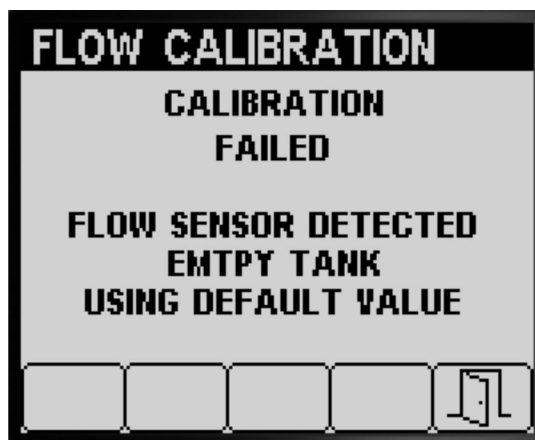
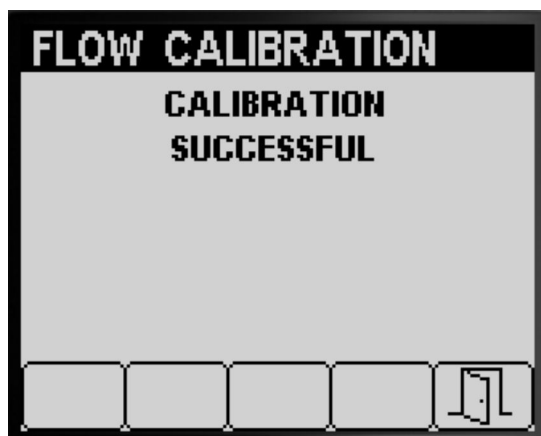
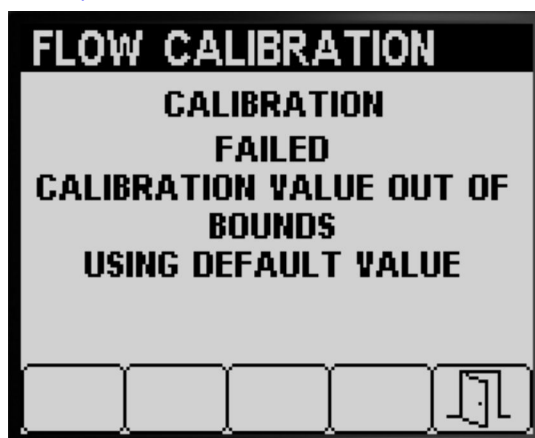

Figura 56
Figura 55
Figura 57
- Compare un messaggio che conferma l'avvenuta taratura della portata (Figura 55).
Se il valore della calibrazione oltrepassa i limiti (Figura 57) contattate il vostro centro assistenza Toro autorizzato; altrimenti, rivedete il messaggio di errore e ripetete i passaggi delle procedure di taratura in Preparazione per il test di raccolta (pagina 18), Esecuzione del test di raccolta delle sezioni di irrorazione (pagina 20) e Esecuzione del calcolo della taratura (pagina 21).
- Compare un messaggio indicante che la taratura della portata non è riuscita (Figura 56).
3. Premete il pulsante 5 per uscire dalla schermata Taratura della velocità (Figura 55, Figura 56 e Figura 57).